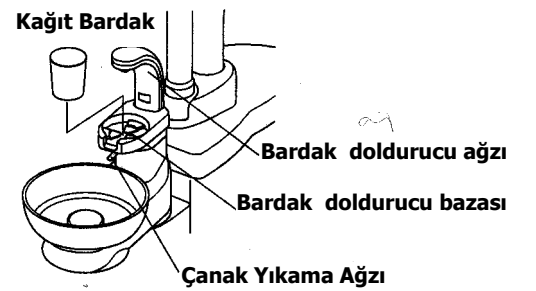

Fig. 3-20 Sensörlü bardak doldurucu
- (5) Sensörlü Bardak doldurucu (opsiyonel) (Fig.3-2 & Fig.3-20)